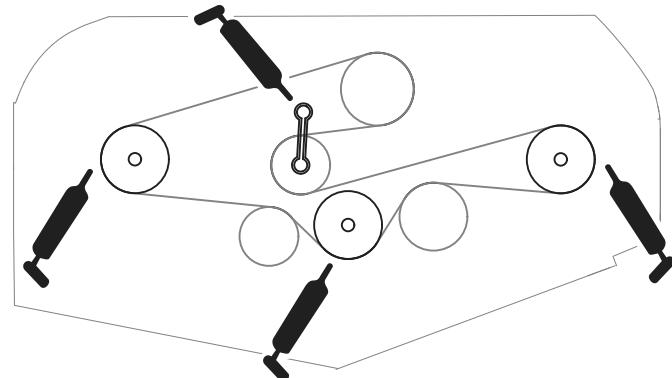

Figura 16
- Cojinetes del eje (3, situados debajo de la polea) (Figura 16).
- Cojinetes del eje del brazo tensor (Figura 16)